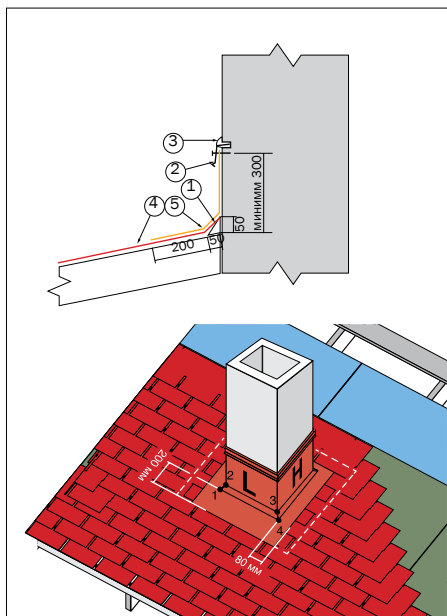

Рис. 22
В местах стыков ската кровли со стенами (рис. 22) набивается треугольная рейка (1), на которую заводится рядовая черепица (4). В качестве треугольной рейки может быть использован деревянный брус 50x50 мм, распущенный по диагонали, либо обычный деревянный плинтус (1). Если поверхность вертикальной стены кирпичная, то ее необходимо предварительно оштукатурить и праймировать. Поверх рядовой черепицы монтируются полосы эндовного ковра ТехноНИКОЛЬ (5) шириной не менее 500 мм с проклейкой битумной мастикой ТехноНИКОЛЬ (мастика наносится на всю тыльную поверхность выкройки эндовного ковра). На стену полоса заводится не менее чем на 300 мм, а в климатических зонах с повышенными снеговыми нагрузками эта величина может быть увеличена. Верхняя часть примыкания заводится в штрабу и закрывает-